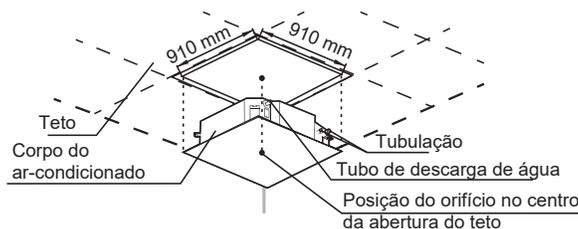

Figura 9
1. Perfure orifícios quadrados de 910x910 mm no teto com base no layout da placa de instalação (acessório 4). Consulte a Figura 9.